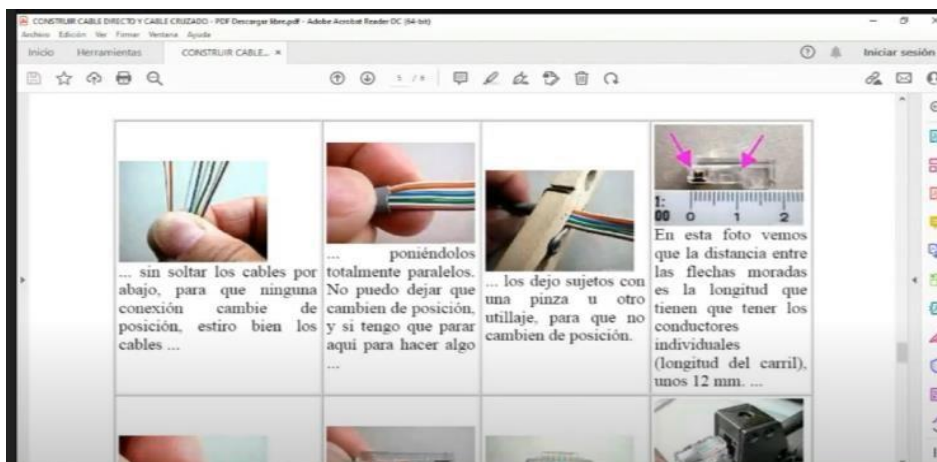

Imagen 4. Corte de Hilos de cobre y su ubicación.
5.3. Después de haber acomodado los hilos de cobre de manera correcta y paralelos entre el pulgar y el índice para mantenerlos planos, tenemos que verificar que estén en el orden correcto. Cortamos la parte superior de los cables y sin moverlos para no perjudicar la conectividad y calidad, aseguramos de que el corte se limpió y uniforme **Imagen 4**.